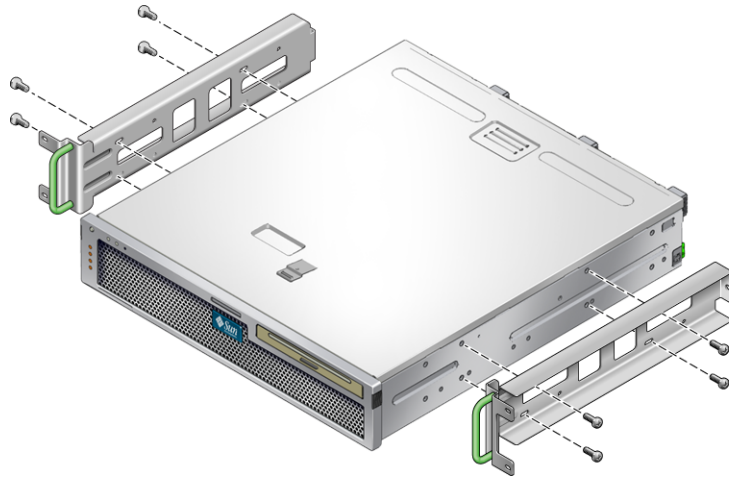

FIGURE 3-19 Fixation des rails latéraux au serveur
10. À l'aide de huit vis SEM M5 × 10 (quatre pour chaque rail latéral), fixez les rails latéraux de part et d'autre du serveur (FIGURE 3-19).